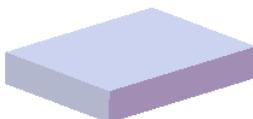
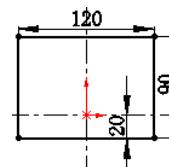

图 17.11.3 凸台—拉伸 1
图 17.11.4 横断面草图
Step2. 创建图 17.11.3 所示的零件基础特征——凸台—拉伸 1。选择下拉菜单 **插入(I)** → **凸台/基体(B)** → **拉伸(E)...** 命令；选取前视基准面作为草图平面，绘制图 17.11.4 所示的横断面草图；采用系统默认的深度方向。在 **方向 1** 区域的 **下拉列表** 中选择 **给定深度** 选项，输入深度值 20.0。单击 **确定** 按钮，完成凸台—拉伸 1 的创建。